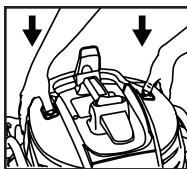

FIGURA 17
24. Colocar la manija en su posición original y empujar los extremos de la manija hacia abajo con los pulgares para ajustar bien. **FIGURA 17.**